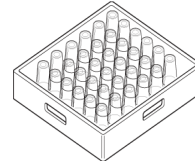

Fig.35
- 2- Coloque los vasos y las copas en posición boca abajo. (Fig. 35)